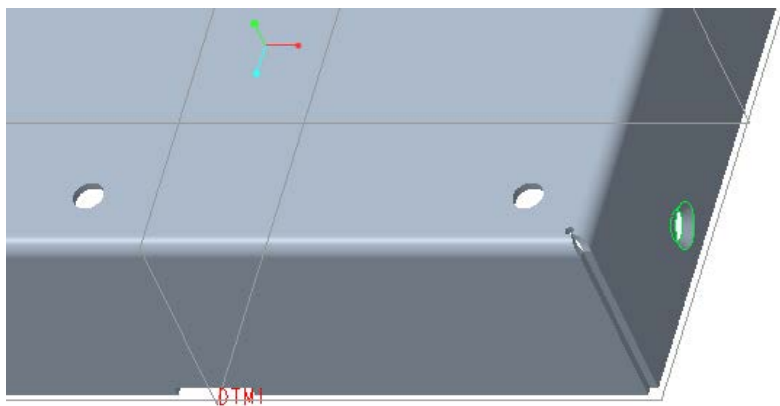

图 7-36 创建的草绘孔
(6) 在“孔”选项卡中单击 （完成）按钮，创建的一个草绘孔特征如图 7-36 所示。